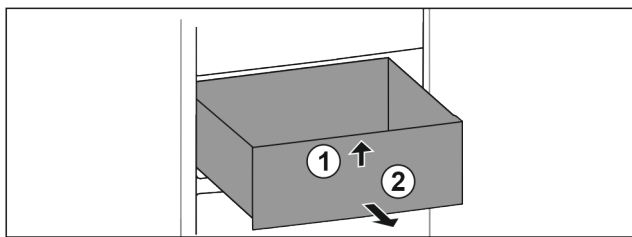

Fig. 28
- Nadzvedněte zásuvku vpředu. Fig. 28 (1)
- Vyjměte zásuvku dopředu. Fig. 28 (2)